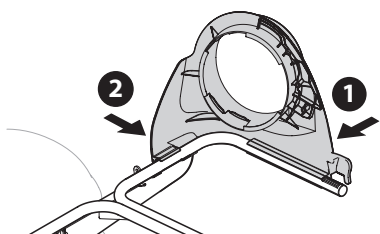

Figure 7
- Faites enclencher le support pour goulotte supérieure (731-17091A) sur le support des sacs (1). Voir Figure 7.
- Faites enclencher la partie avant du support pour goulotte supérieure sur le support des sacs (2). Voir Figure 7.